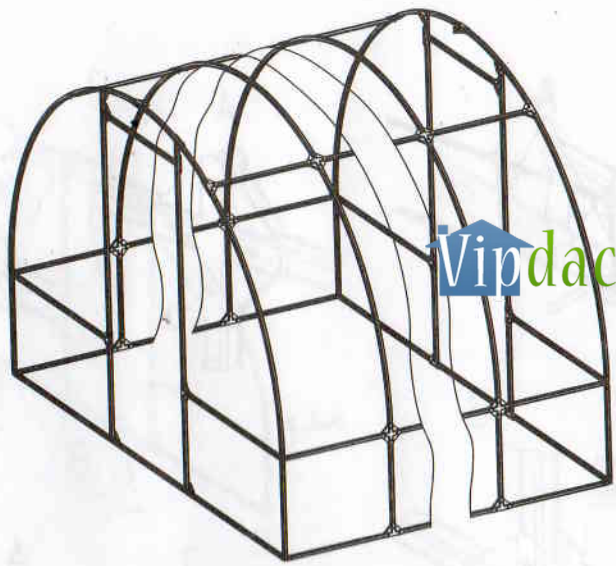

Рис. 4
6.3 Соедините боковые элементы с готовыми торцами (рис. 3), после чего установите на места крайние полудуги. Далее устанавливается ряд боковых стрингеров 1, полудуги средние 4 и завершающий ряд боковых стрингеров 1, замыкающих арку каркаса теплицы (рис. 4).